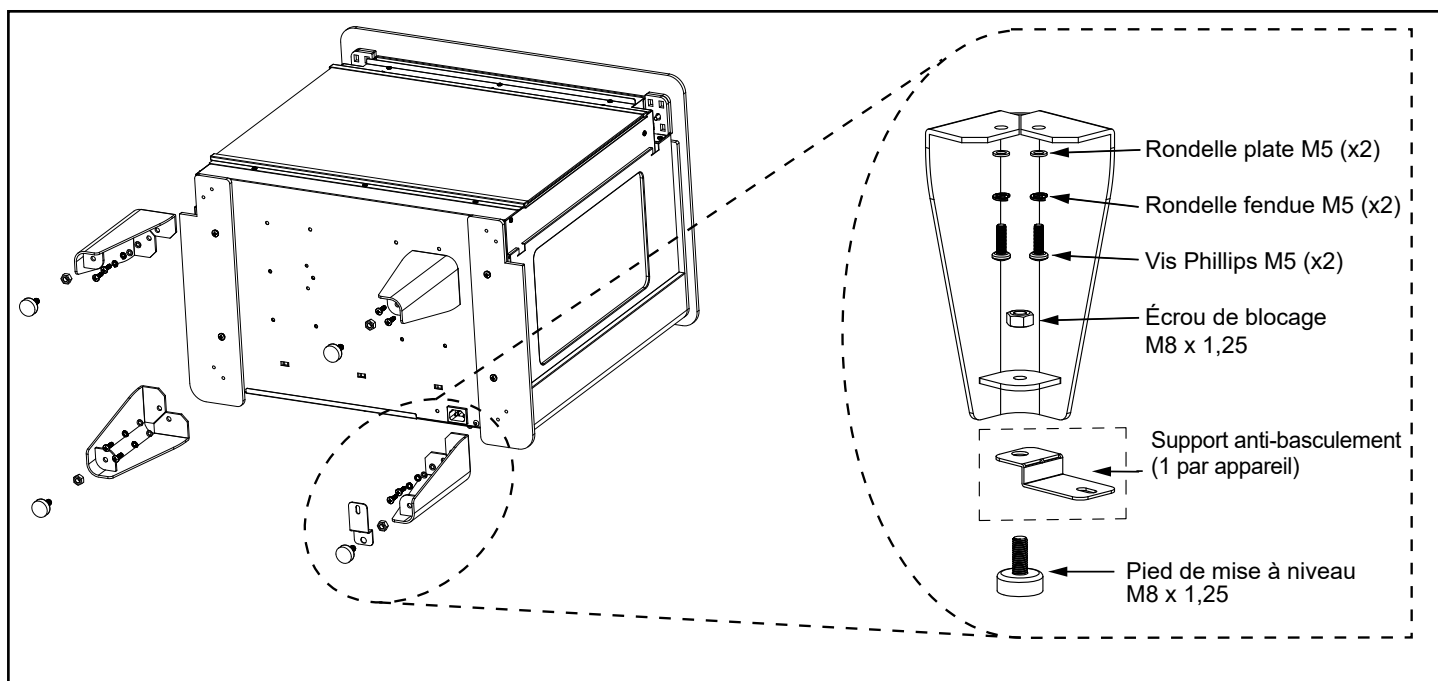

Figure 4.4 - Fixation du support de pied et anti-basculement
2. Retirez les pieds et les fixations de la boîte 1 et installez-les à l'aide des fixations fournies, comme illustré à la figure 4.4.
4. Installez le support anti-basculement sur l'un des quatre pieds de l'appareil, comme illustré à la figure 4.4.